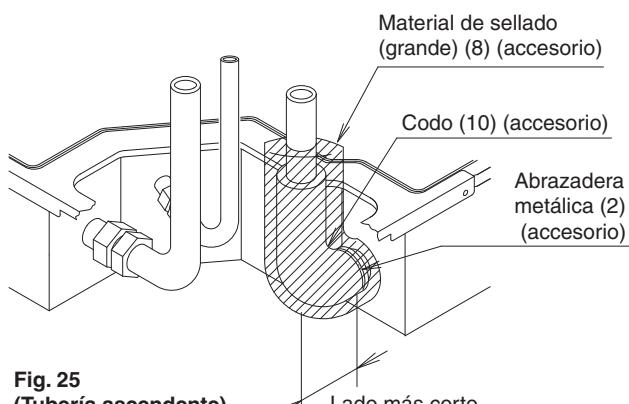

Fig. 25
- La tubería de drenaje puede conectarse desde 3 direcciones. (**Refiérase a la Fig. 25, 26 y 27**)
2. Introduzca la manguera de drenaje (1) y el codo (10) en el origen de la toma de drenaje. Apriete la abrazadera metálica (2) dentro del rango introducido de la manguera con un par de apriete de $1,35\pm0,15$ N·m (135 ± 15 N·cm). **(Refiérase a la Fig. 25, 26, 27 y 31)**
4. Aíslle la abrazadera metálica (2), la manguera de drenaje (1) y el codo (10) con el material aislante suministrado (grande) (8). **(Refiérase a la Fig. 25, 26, 27 y 33)**